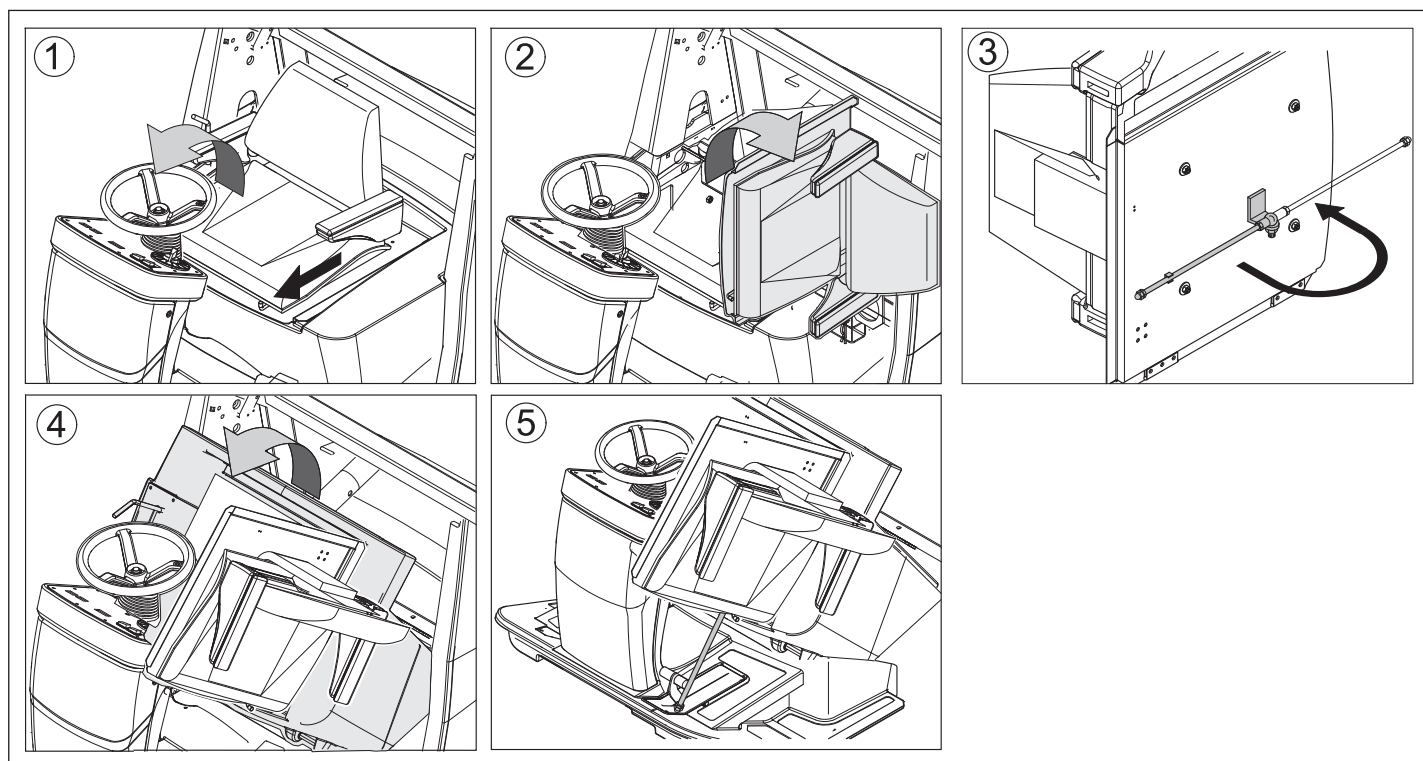

Fig. 3
- Aprire e bloccare il cofano (Fig. 3).